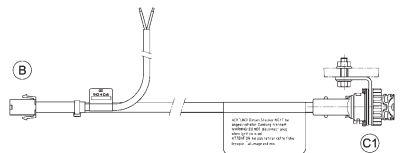

Fig. 3
- 1 x cavo di connessione (15 m) con staffa angolare di supporto e un set di viti di fissaggio M6 (fig. 3).